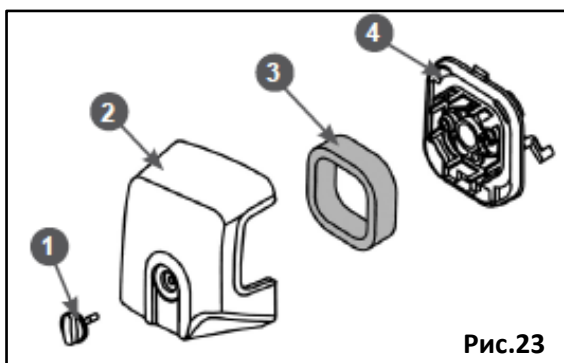

Рис.23
- Открутите винт (1) и снимите крышку (2) воздушного фильтра (Рис. 23).
- Извлеките из корпуса (4) фильтрующий элемент (3) (Рис. 23)